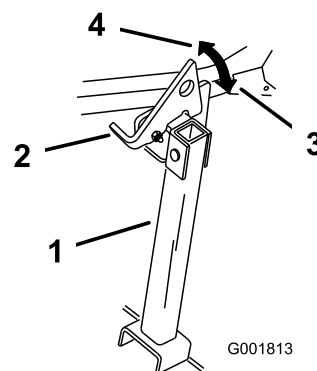

Figura 41
- Levante el enganche a la posición desbloqueada (Figura 41).